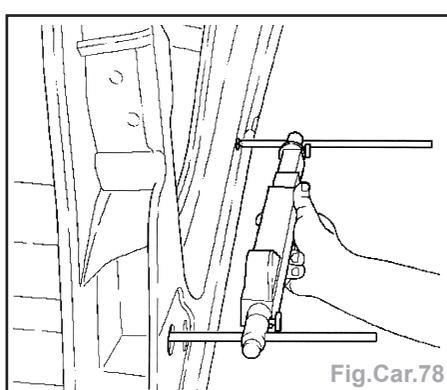

Fig.Car.78
- Mesurer le montant B intérieur : (Fig. Car.78) :